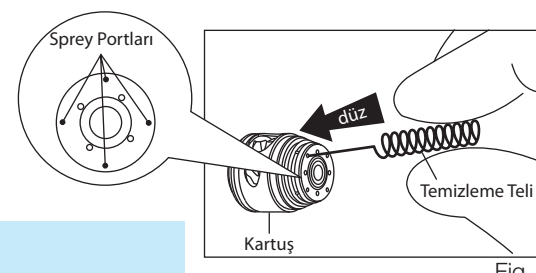

Fig. 9
- Sprej portuna temizleme telini düz iterek temizleyiniz. (Fig. 9.)